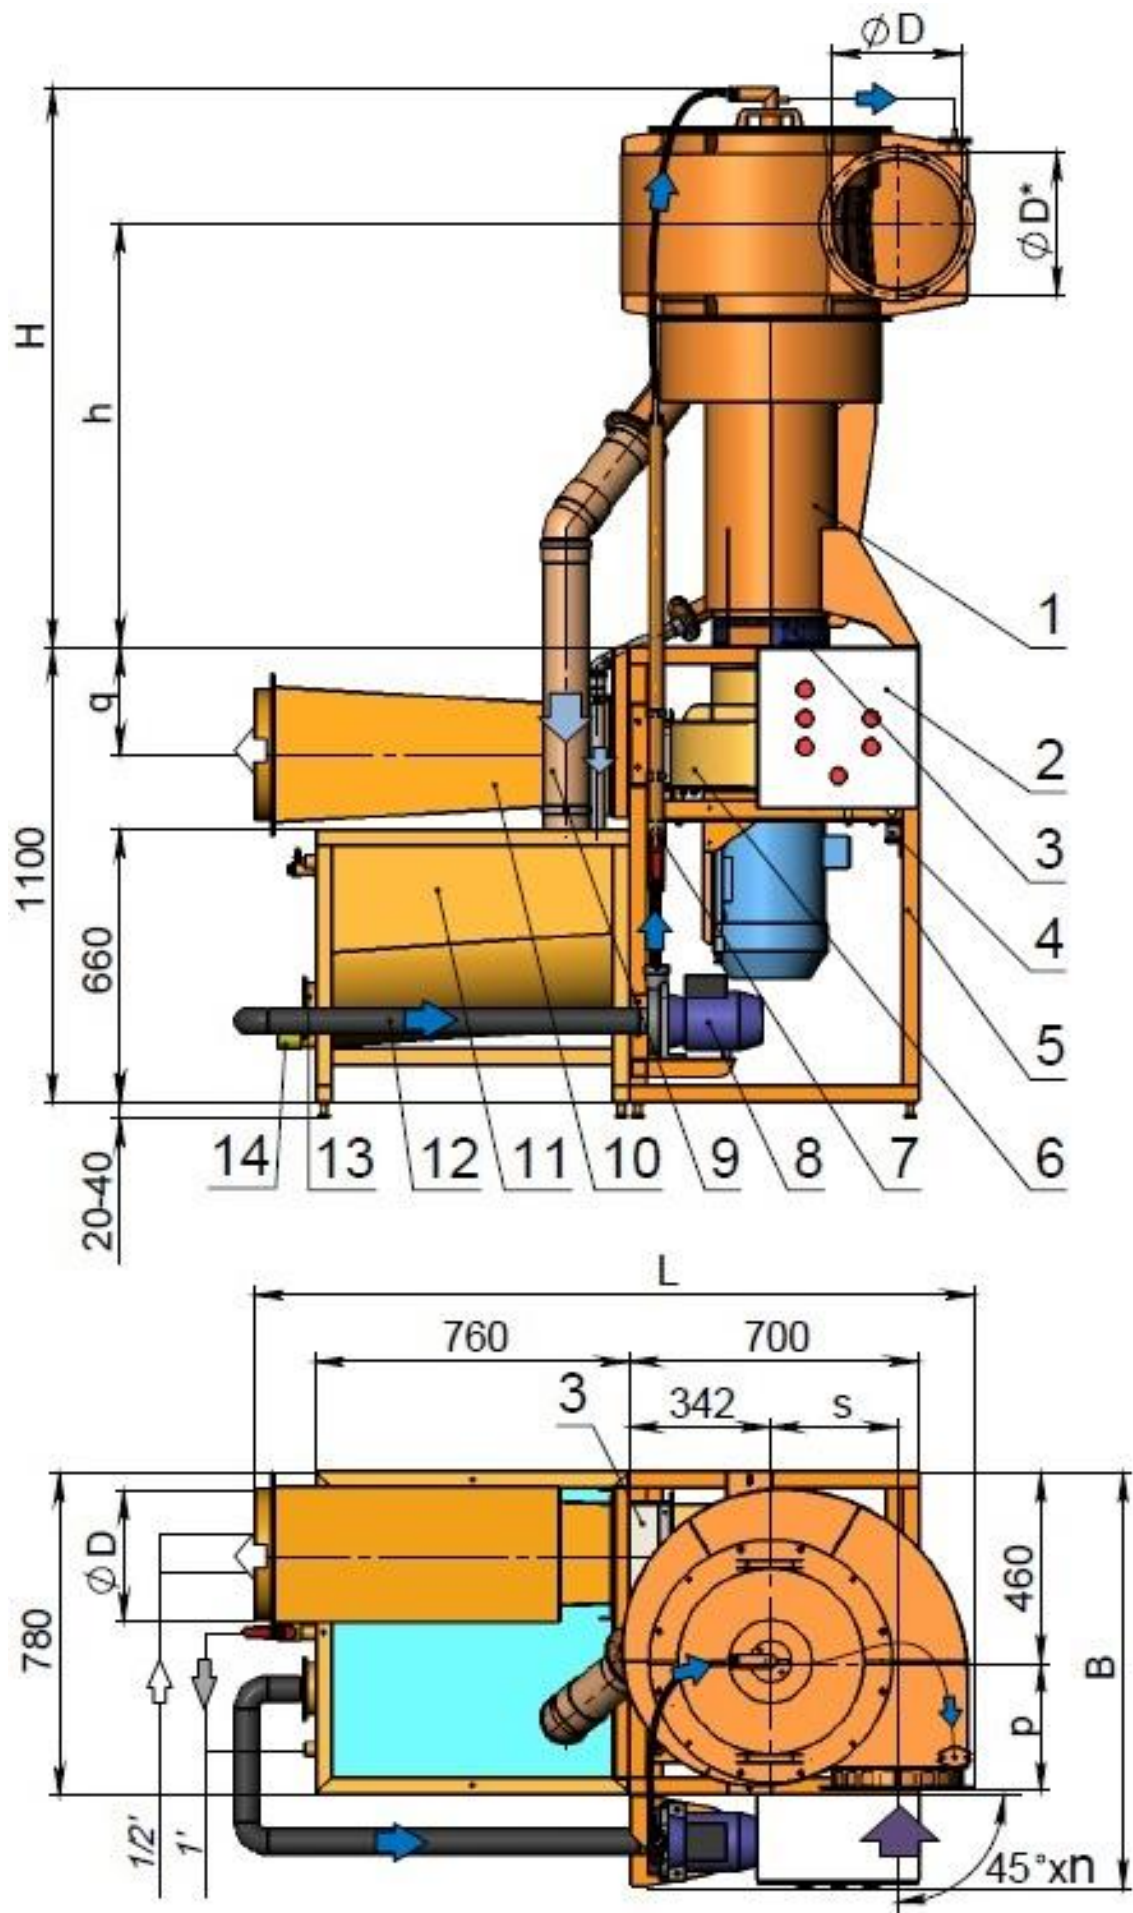
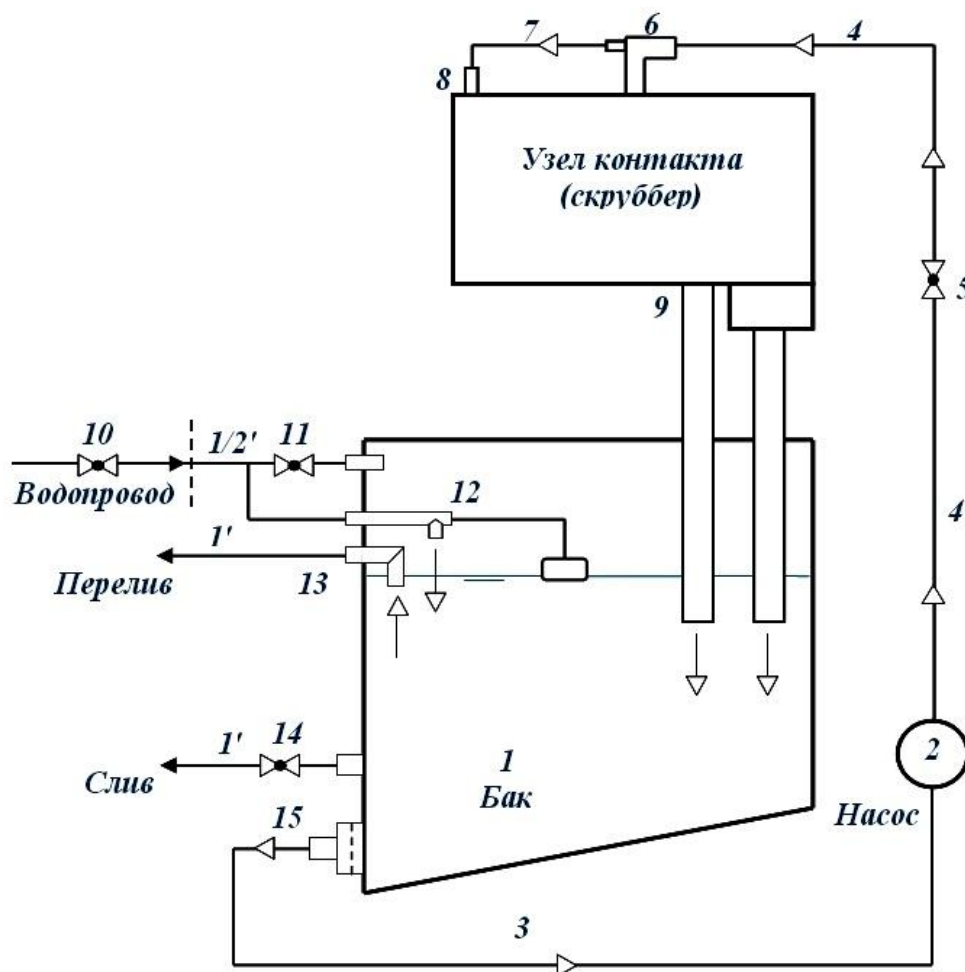
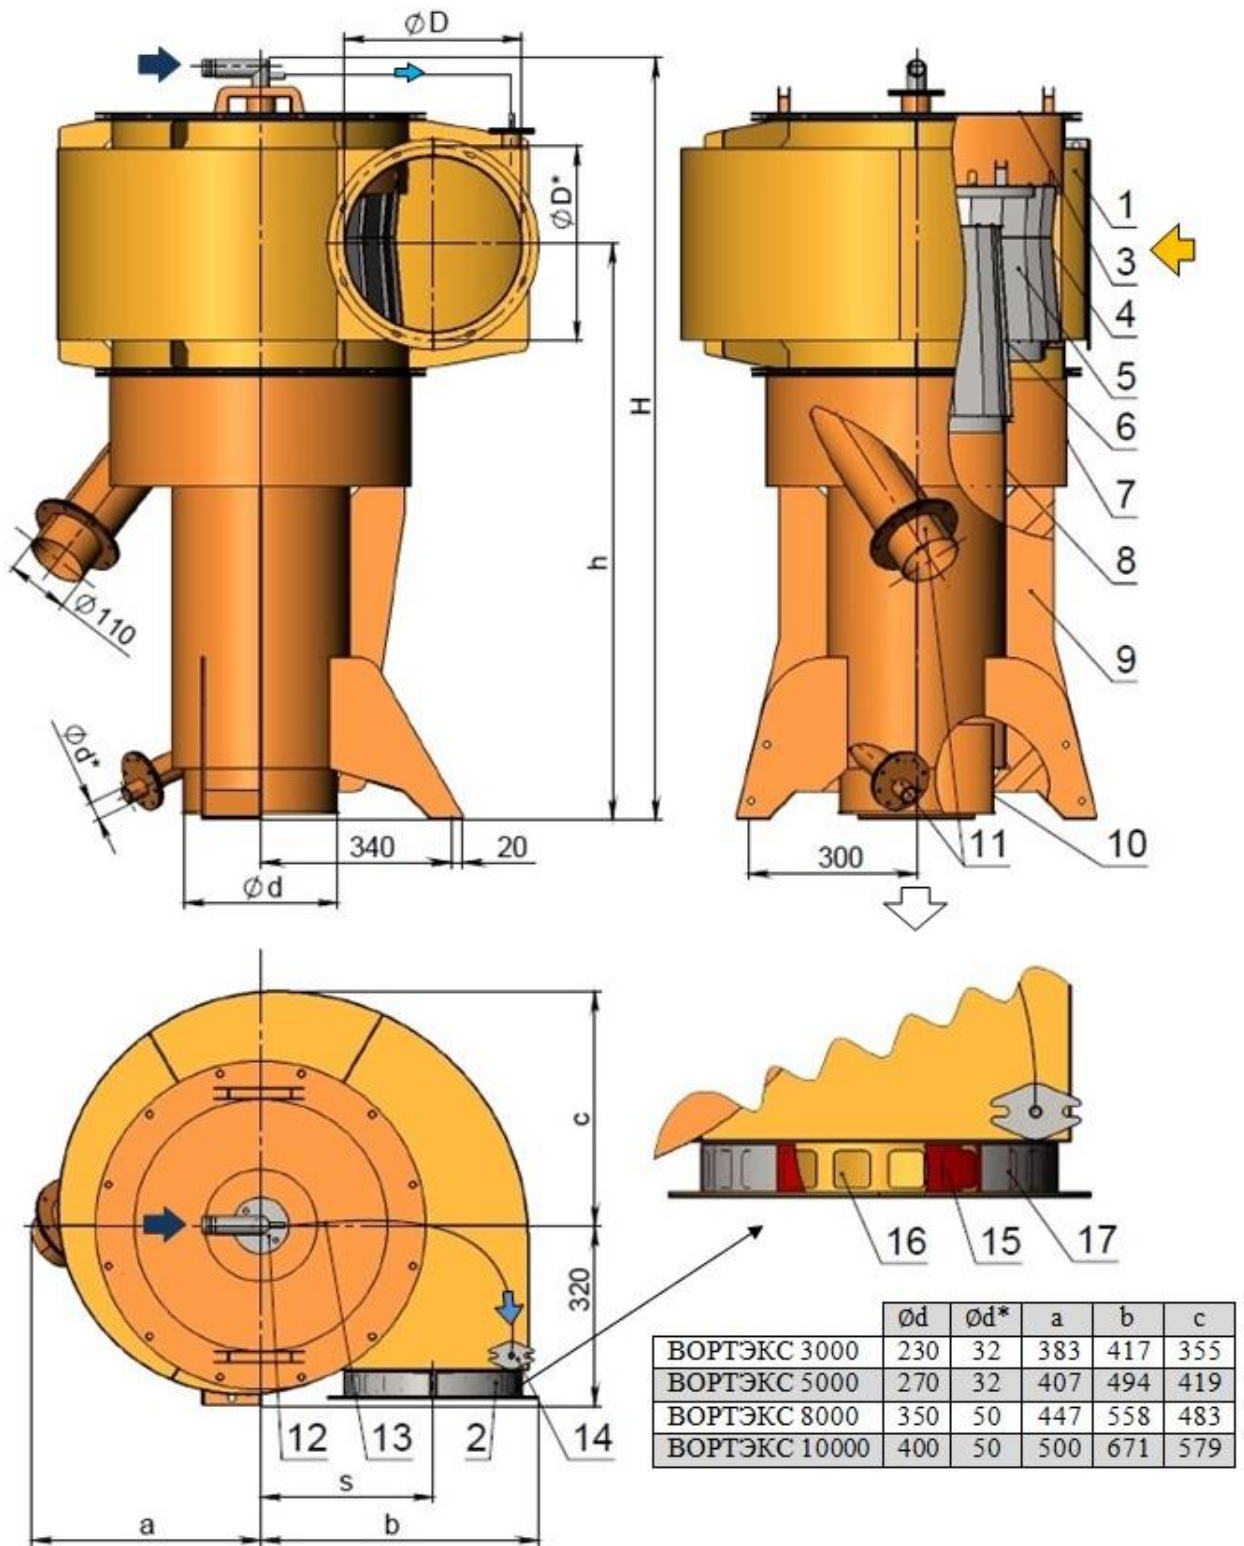
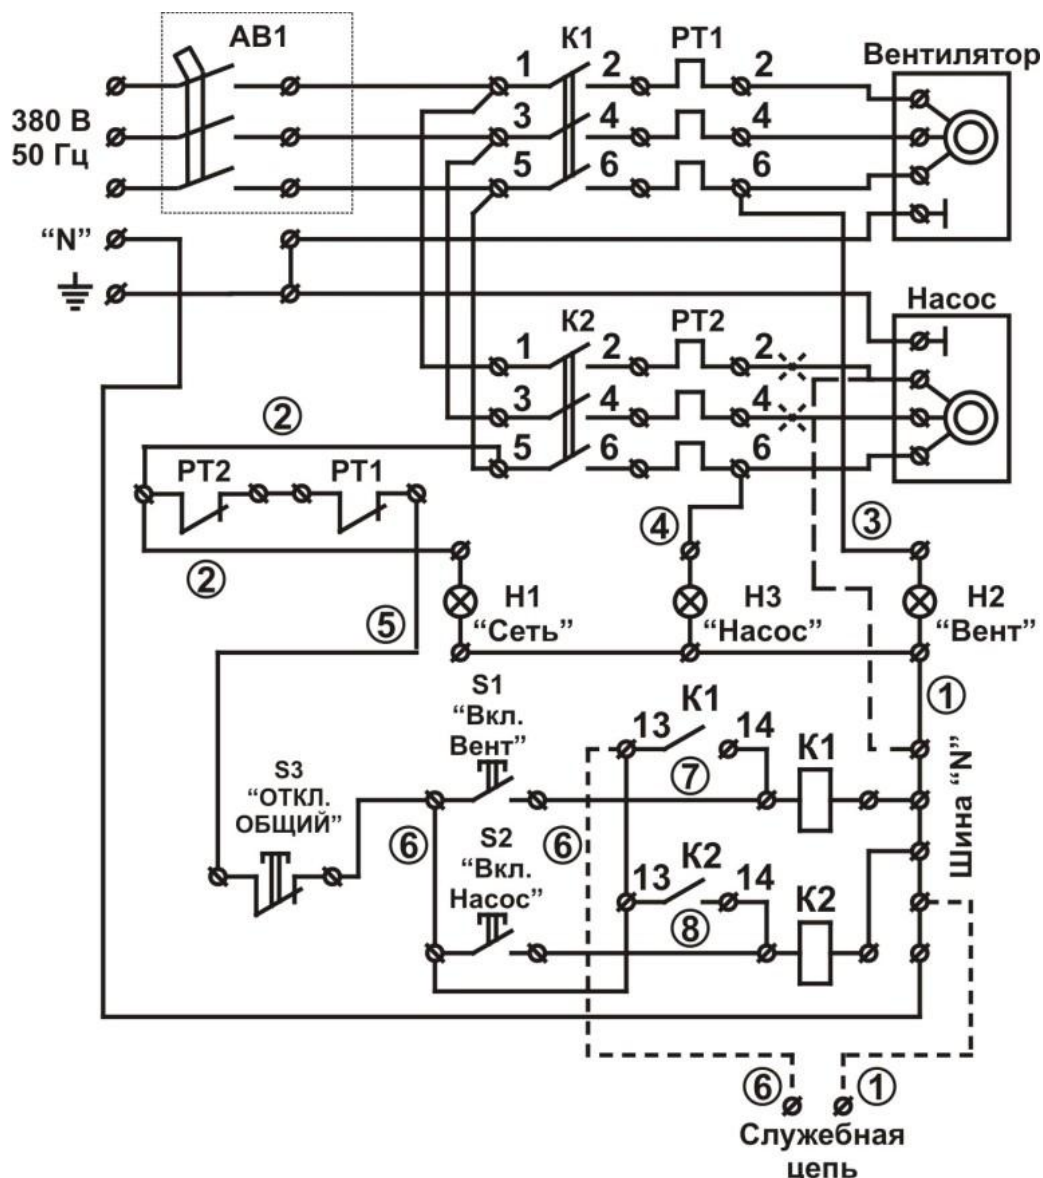

Рис. 1. Вихревой гидрофильтр "Вортэкс" в стандартном исполнении.
Рис. 2. Схема водооборота установки.
Рис. 4. Узел контакта (вихревой скруббер "Вортэкс").
Рис. 5. Электрическая схема
Вихревые гидрофильтры "Вортэкс" в стандартном исполнении (рис. 1) состоят из следующих сборочных единиц: опорная рама **5**, с установленными на ней узлом контакта газа и жидкости (вихревой скруббер "Вортэкс") **1**, шкафом управления **2**, вентилятором "Вортэкс-3...10" **6**, на амортизаторах **4**, консольным центробежным насосом **8**, гибкими вставками **3**, ограничительный вентиль **7**, диффузор-шумоглушитель **10**, сливные трубы **9**, шланг **12**, бак оборотной воды **11**, с установленными на нем штуцером водозабора с предохранительным фильтром **13**, сливным штуцером с шаровым краном **14** и необходимая водная арматура.
Основные геометрические размеры установок, не указанные в технических характеристиках и на рис. 1, 2, 3, приведены в таблице:
(рис. 2) включает: бак 1, консольный центробежный насос 2 соединенный шлангом 3 $D_y=50\text{мм}$ с баком, шлангом 4 $D_y=32\text{мм}$, с установленными на нем ограничительным вентиляем 5 (поз. 7 на рис. 1, 3), соединенным с тройником 6, предназначенным для подачи воды в узел контакта, шлангом 7 $D_y=10\text{мм}$, соединенным со штуцером 8, предназначенным для орошения входа улитки, сливные трубы 9, устанавливаемый на водопроводе вентиль 10 (в комплект не входит), и установленные на баке заправочный штуцер с вентилем 11, штуцер с поплавковым клапаном 12, штуцер перелива 13, сливной штуцер с шаровым краном 14 и штуцер водозабора, оснащенный предохранительным фильтром-сеткой 15.
Узел контакта - вихревой скруббер (рис. 4) включает: улитку **1** с входным по воздуху патрубком **2** и крышкой **3**, установленную внутри улитки вихревую контактную камеру **4**, завихритель **6**, сепаратор **7**, каплеуловитель **8**, опоры **9**, выхлопной патрубков **10** и сливные патрубки **11**. На улитке установлен тройник ввода жидкости **12**, соединенный шлангом **13** со штуцером **14**. Окна **16** (выноска рис.4) жалюзийного типа, используются при необходимости для подсоса воздуха. По умолчанию они перекрыты хомутом **17** с ответными прорезями и уплотнительной манжетой **15**.
Благодаря создаваемому вентилятором разрежению загрязненный воздух поступает во входной патрубок **2** узла контакта (рис. 4), распределяется по периметру улитки **1** и проходит через лопаточный направляющий аппарат вихревой камеры **4**, формирующий равномерно распределенные по периметру тангенциальные струи на входе в камеру и течение вихревой структуры внутри нее.
Вода подается насосом **8** (рис. 1, 3) из бака **11** через предохранительный фильтр-сетку **13** и ограничительный вентиль **7** в тройник **12** (рис. 4), из основного штуцера которого поступает на орошение улитки **1** и вихревой камеры **4**. Часть воды отводится на орошение входного участка улитки с помощью шланга **13** и штуцера **14**. Вместе с воздухом вода поступает в вихревую камеру **4**, где дробится струями воздуха на капли, которые вовлекаются в вихревой поток и центробежными силами отбрасываются к лопаткам направляющего аппарата вихревой камеры. Здесь капли сливаются и вместе с воздухом поступают в центр потока, где вновь дробятся. В результате этого каскадного процесса формируется вращающийся газожидкостный слой **5**, удерживаемый в вихревой камере центробежными силами, эффективно фильтрующий воздух.
На выходе из вихревой камеры основная часть жидкости сбрасывается в карман сепаратора **7** (рис. 4). Небольшая часть жидкости проходит вместе с воздухом через завихритель **6**, подкручивающий поток. Под действием центробежных сил жидкость осаждается на трубе каплеуловителя **8** и собирается в его кармане. Из карманов сепаратора и каплеуловителя через патрубки **11** (рис. 4) и сливные трубы **9** (рис. 1, 3) вода сбрасывается в бак **11** на рециркуляцию.
Система управления установки включает шкаф управления 2 (рис. 1, 3), соединенный электрокабелями с сетью, электродвигателями вентилятора 6 и насоса 8.
Схема электрическая принципиальная показана на рис. 5. Электропитание 380 В, 50 Гц, подается на пускатели двигателя вентилятора и насоса K1 и K2 соответственно. Ток срабатывания защищающего трехфазного автомата АВ1 для модели "Вортэкс-3000" - 32А, "Вортэкс-5000" - 40А, "Вортэкс-8000" - 50А, "Вортэкс-10000" – 63А. Пунктиром обозначен вариант присоединения 1-фазного насоса и (только для "Вортэкс-10000") служебная цепь.
В стандартном исполнении со встроенным вентилятором (рис. 1):
В моделях "Вортэкс-8000" и "Вортэкс-10000" узел контакта упаковывается отдельно - сепаратор **7** (рис. 4), каплеуловитель **8** на опорах **9**.
Для монтажа установки (рис. 1,3) необходимо:
6.6 Установить с помощью болтовых соединений на выхлопном патрубке вентилятора **6** диффузор-шумоглушитель **10** в сборе с гибкой вставкой **3** (рис. 1).
6.7 Соединить с помощью прилагаемых шлангов насос **8** (рис. 1, 3) с выходным штуцером фильтра-сетки **13** и ограничительным вентилем **7**, далее с тройником подачи воды **12** (рис. 4), в узел контакта **1**. Закрепить шланги с помощью прилагаемых хомутов. Надеть на сливные патрубки узла контакта **1** трубы **9** (рис. 1, 3).
6.8 Соединить установленный на водопроводе вентиль **10** (рис. 2) напорными шлангами с вентилем **11** и поплавковым клапаном **12**. Соединить шлангами штуцер **13** и кран **14** с канализацией (отстойником, системой утилизации отработанной жидкости). Открыв вентили **10** и **11**, наполнить бак водой. Убедиться в том, что закрытие клапана **12** (отсечение подачи воды) достигается при уровне воды в баке, немного более низком, чем уровень установки штуцера **13**, при необходимости отрегулировать рычаг клапана.
6.9 Убедиться в надежном соединении электрокабелей, выходящих через отверстия в боковой стенке установленного на раме **5** (рис. 1, 3) шкафа управления **2** с электродвигателями вентилятора **6** и насоса **8** в соответствии с принципиальной электрической схемой (рис. 5). Обязательно произвести заземление корпуса шкафа **2**, бака **11** и рамы **5**! Подсоединить шкаф управления к электросети. Проверить соответствие напряжения сети и надежность подсоединения подводящего кабеля к выводам шкафа управления. Подключить установку к сети через установленный в шкафу управления автомат АВ1 – на лицевой панели шкафа должен загореться индикатор "Сеть". Кратковременно включить вентилятор и проконтролировать направление вращения рабочего колеса. При необходимости изменить фазировку подключения вентилятора к сети.
8.1 Перед началом работы убедиться, что все шланги и трубы находятся на штатных местах, шланги надежно затянуты хомутами, а сливной вентиль 14 (рис. 2) закрыт. Открыть вентили 10, 11 и наполнить бак водой из водопровода. Закрыть вентиль 11. Убедиться в том, что уровень воды в баке регулируется поплавковым клапаном 12. В противном случае отремонтировать или заменить поплавковый клапан.
Положение ограничительного вентиля 7 (рис. 1,3, поз. 5 рис. 2) устанавливается изготовителем при настройке установки. Изменение его положения может вызвать вынос капельной влаги на выходе гидрофилтра или снижение эффективности воздухоочистки.
9.2.2 Отсоединив трубы **9** (рис. 1, 3) от сливных патрубков узла контакта, проверить состояние патрубков и труб и при необходимости прочистить.
9.2.3 Произвести разборку узла контакта (рис. 4), осмотреть его улитку **1**, сепаратор **7**, каплеуловитель **8**, вихревую камеру **4**, и завихритель **6**. При необходимости промыть их или прочистить. Осмотреть состояние уплотнений из микропористой резины. При заметном износе или повреждениях - заменить их.